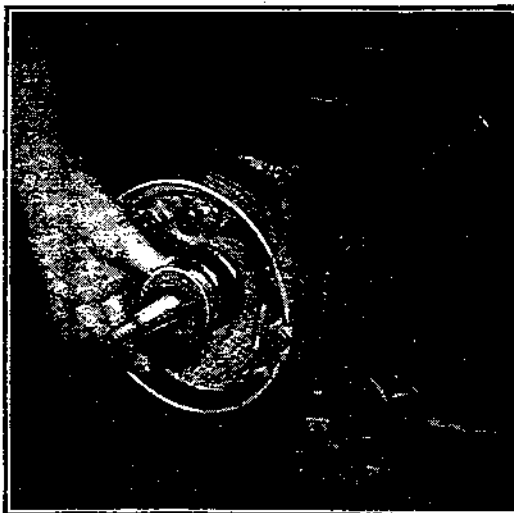

Fig. 354
**635** — Passer le nouveau joint sur l'extrémité de l'arbre d'essieu, la partie conique du joint tournée vers le différentiel. (Voir fig. 354.) Placer la rondelle en acier (T-197-AR) sur l'arbre contre le joint, et chasser la rondelle et le joint au fond de la partie usinée de l'arbre à l'aide d'un tube.